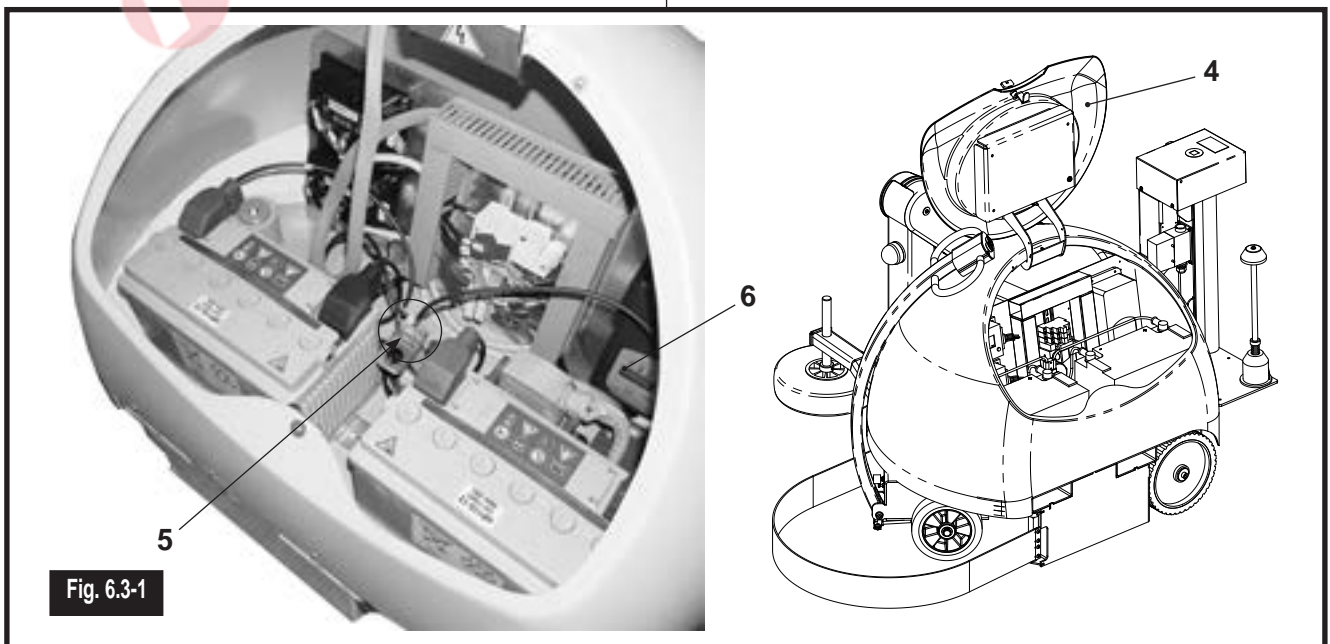

Fig. 6.3-1
La macchina dispone di due batterie da 12 V, collegate in serie e alloggiato nel vano centrale, accessibile sollevando il portello (4) (Fig. 6.3-1) del pannello di comando. Tra i due accumulatori si trova il connettore di alimentazione delle batterie (5), da staccare in caso di manutenzione o interventi all'interno della macchina; il carica-batterie (6) è alloggiato sulla piastra di fondo. La durata della batteria dipende dalla cura che si ha di essa, è importante che la batteria sia mantenuta sempre carica, nei periodi in cui la macchina rimane ferma le batterie devono essere controllate e ricaricate almeno una volta ogni due mesi.
The machine has two 12V batteries, connected in series and housed in the central compartment, accessible by raising the control panel door (4) (Fig. 6.3-1).